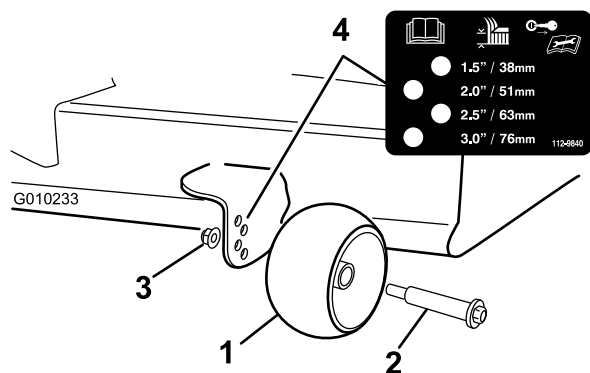

Figura 29
3. Ajuste los rodillos protectores del césped según se muestra en Figura 29 a la posición de altura de corte más próxima.